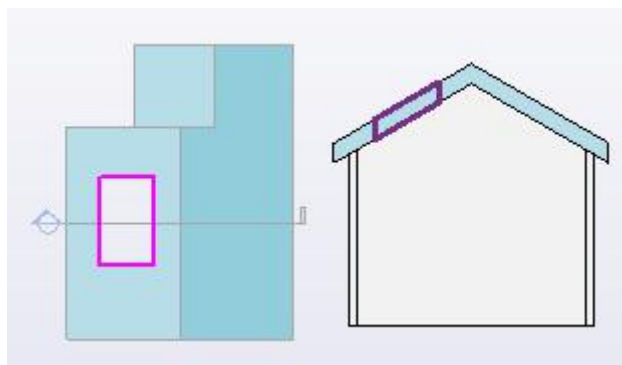

图 6-25 垂直洞口
• 单击“建筑”选项卡下“洞口”面板的“垂直洞口”命令，根据状态栏提示，绘制垂直洞口（图 6-25）。